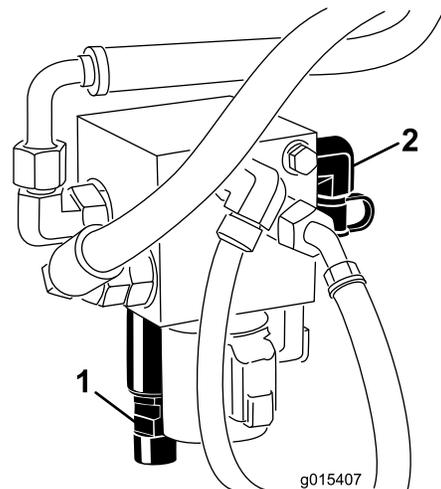

Figura 14
- Conecte un manómetro al punto de prueba situado en la parte trasera del colector de elevación (Figura 14)
4. En la parte delantera del colector de elevación, retire el tapón del actuador de contrapeso del colector (Figura 14).
5. Afloje la contratuerca de la parte inferior del actuador de contrapeso (Figura 14).